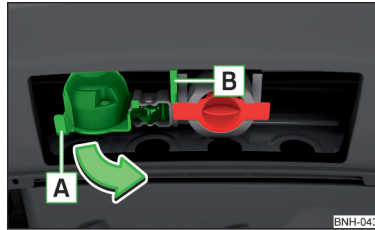

Fig. 226
- › Apucați priza cu 13 pini **A** de mâner și rabatați-o în afară, în sensul săgeții » fig. 226.